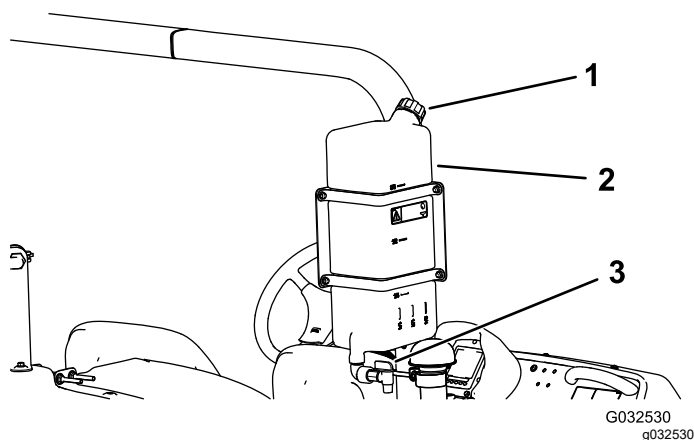

Рисунок 29
- Чтобы заполнить бак, отверните крышку в верхней части бака и залейте в него свежую воду, затем затяните крышку (Рисунок 29).
- Чтобы открыть кран бака свежей воды, поверните рычаг на кране (Рисунок 29).